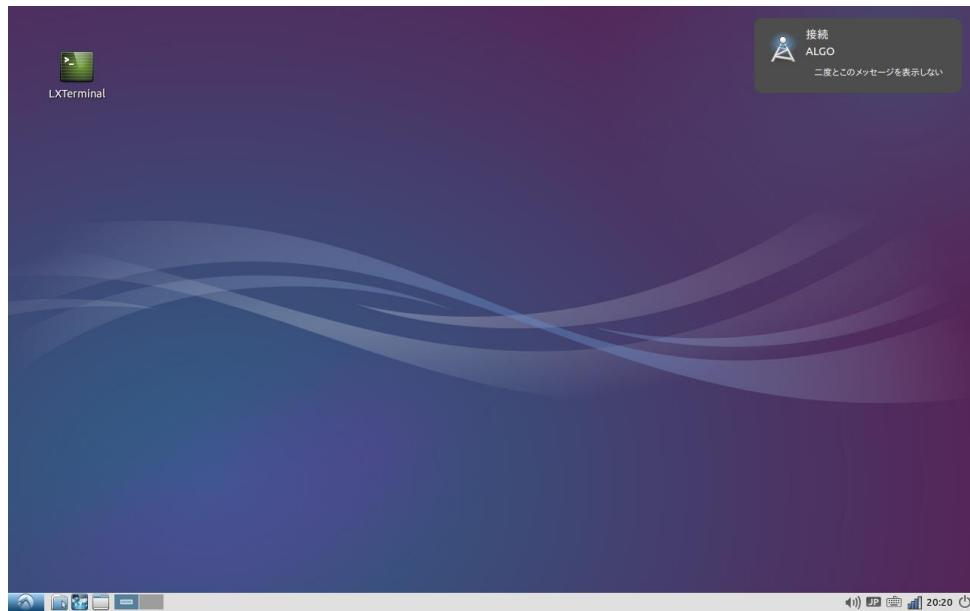

図2-5-3. 接続成功
- ③ 接続に成功すると、図2-5-3のように、デスクトップ右下のネットワークアイコンが  から  に変化し、画面右上に接続成功的表示が現れます。